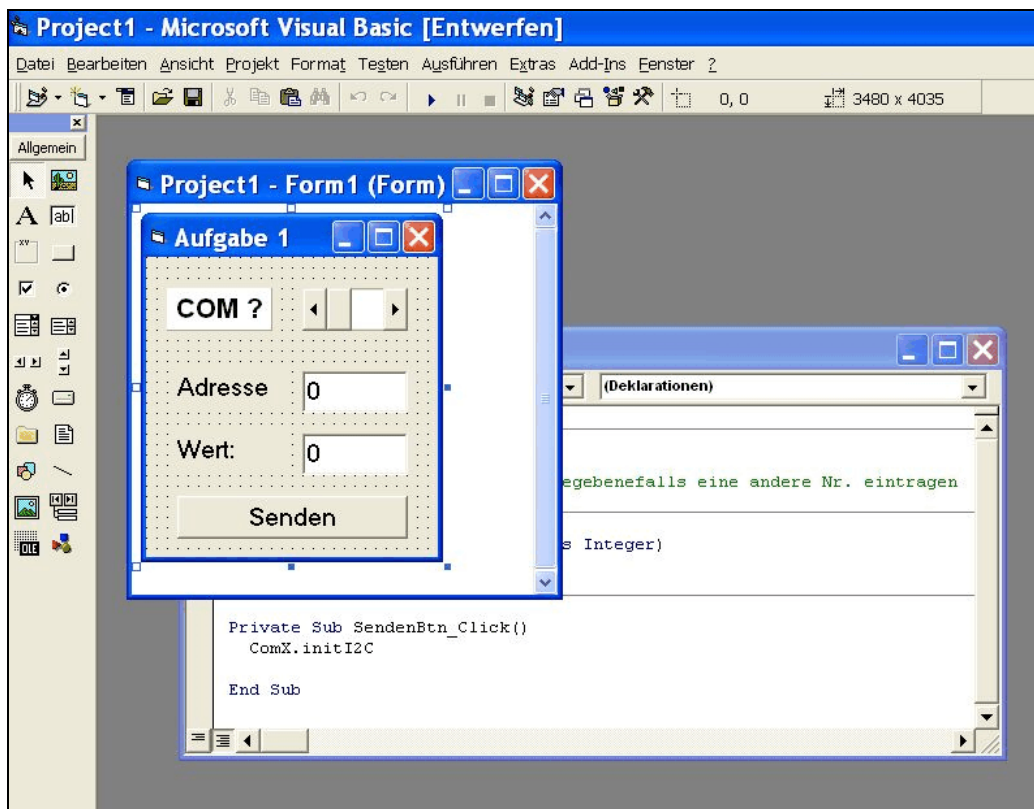

Abb. 6
- 1.2 Kopieren Sie das Verzeichnis *Aufgabe1* aus dem Verzeichnis *Source* der I2C-CD auf ihre Festplatte und öffnen Sie dieses Verzeichnis. Öffnen Sie die Datei *Aufg1.vbp*. VisualBasic wird dann automatisch gestartet und das Projekt aus Abb. 6 wird geladen; dieses enthält schon ein fertiges Formular sowie einige wenige Zeilen Quelltext.